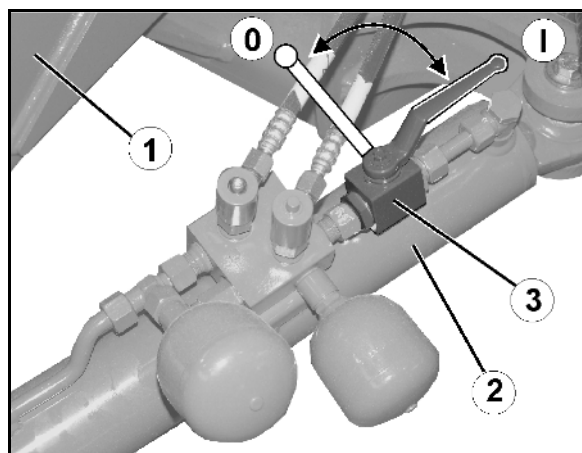

Рис. 73
4. Заблокируйте направляющее дышло (Рис. 73/1), закрыв шаровой кран (Рис. 73/3) в положении 0.